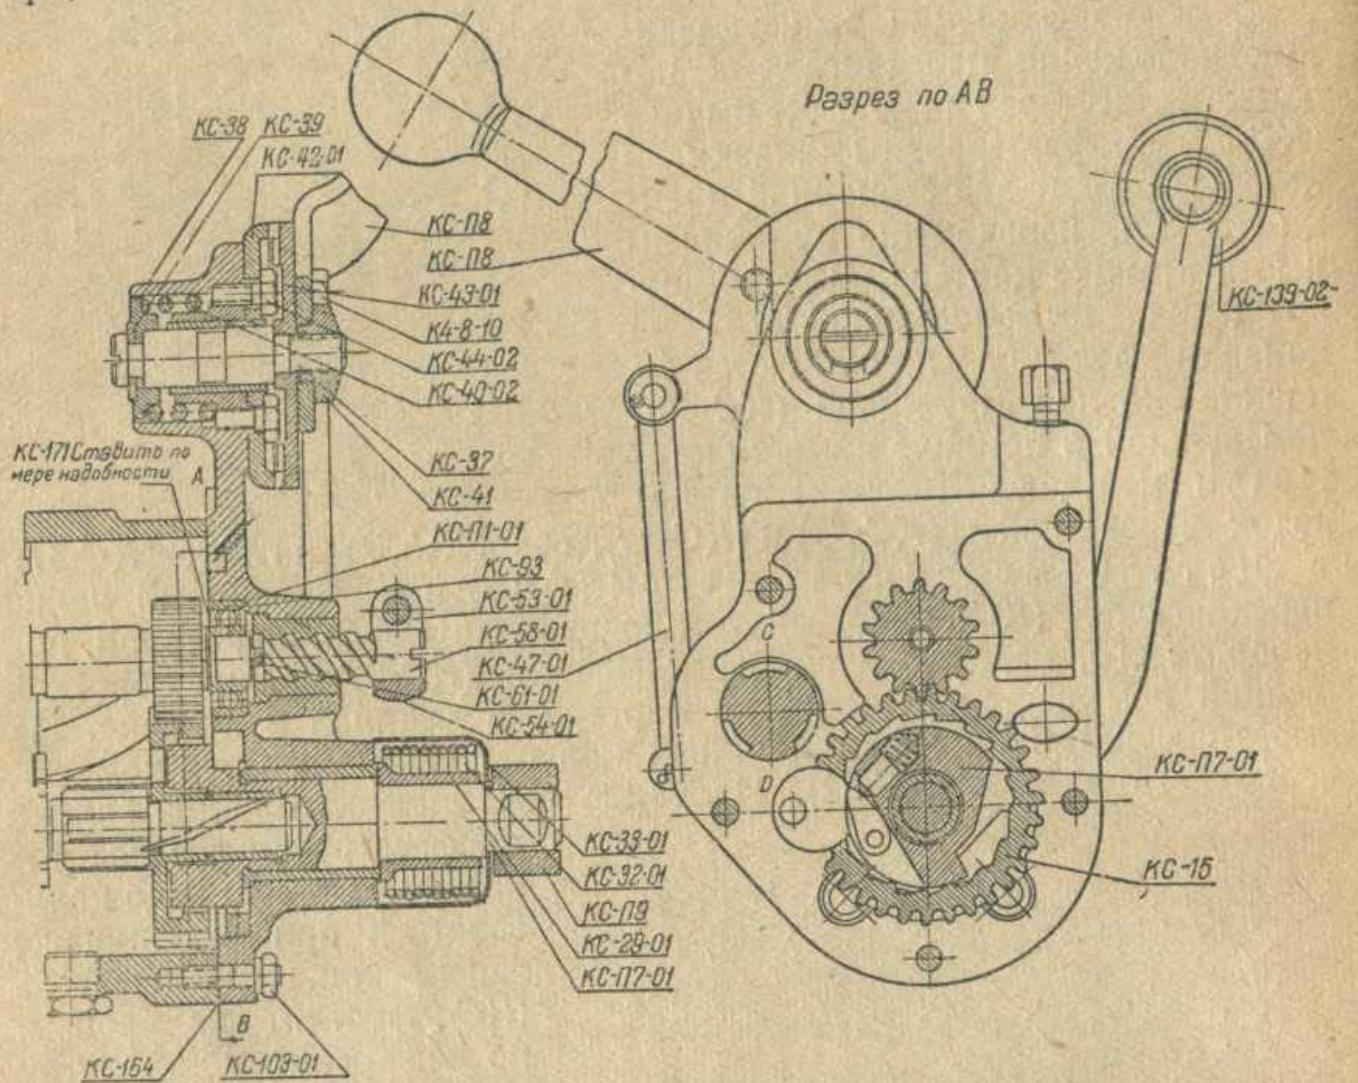

Рис. 24.
**Сборка валика кик-стартера** (см. рис. 24). Закрепить собачку (KC-98) в паз валика кик-стартера осью собачки (KC-21). Собачка должна на оси вращаться свободно, без заеданий. Вставить в отверстие паза пружинку собачки (KC-24) и толкатель (KC-25).